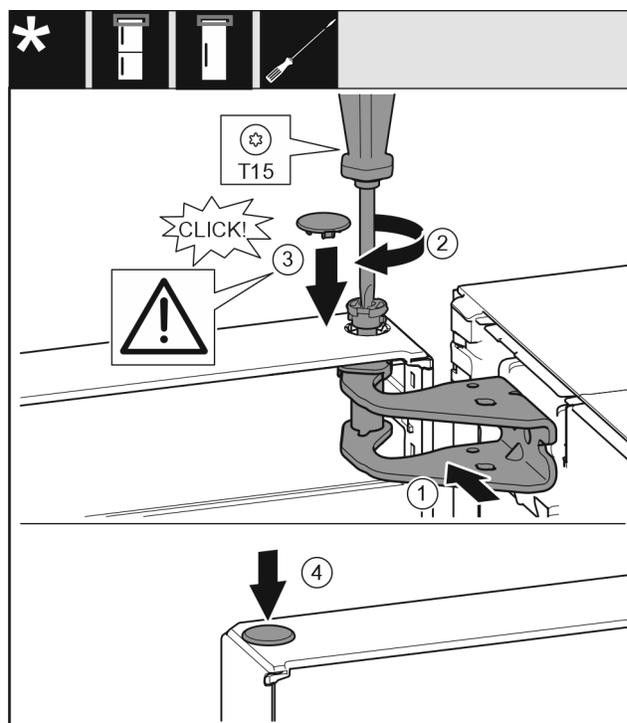

Fig. 21
- ▶ Orienter la porte en haut pour l'ouverture dans le support de palier Fig. 21 (1)
- ▶ Insérer l'axe Fig. 21 (2) et le serrer avec un tournevis.
- ▶ Monter le cache de fixation Fig. 21 (3) pour sécuriser la porte : mettre le cache de fixation en place et vérifier qu'il repose bien sur la porte. Sinon, insérer complètement l'axe.
- ▶ Mettre le cache Fig. 21 (4) en place.